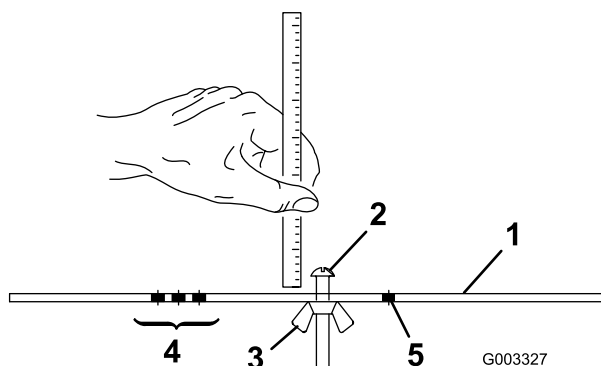

Figura 16
2. Allentate il dado sulla barra di misura (**Figura 16**) e posizionate la vite di regolazione all'altezza di taglio opportuna.